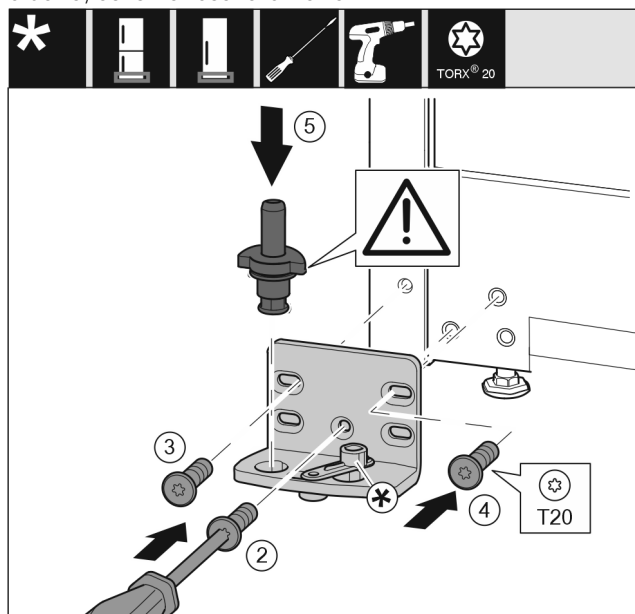

Fig. 16
- Helyezze fel a csapágybakot a másik oldalra, és csavarozza fel csavarhúzóval. Kezdje alul, a középső csavarral Fig. 16 (2).
- Húzza meg a csavart Fig. 16 (3) és a csavart Fig. 16 (4).
- Helyezze be teljesen a csapszeget Fig. 16 (5). Ügyeljen közben arra, hogy a reteszelő bütyök hátrafelé mutasson.